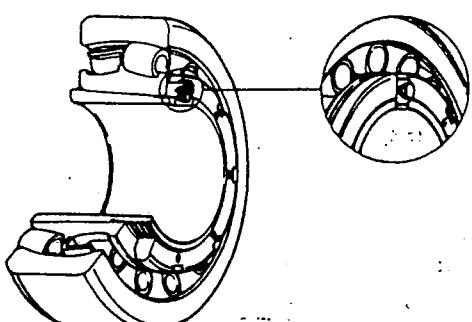

図13
(9) 軸受の寸法が大きくなると軸に取り付けたときに外輪が自重などにより、だ円状に変形する。変形している軸受の最下部ですきまを測ると真のすきまより大きく測定される。この誤ったラジアルすきまを採用するとしめしろが過大となるので注意が必要である。
(10) 内径番号44以上の大形軸受の場合、アダプタは止め金形式(図13)になっている。この場合には、ナットを締み後止め金をナットの切欠き部に入れる。この場合も切欠き部分を合わさためにナットを戻してはならない。止め金を切欠き部に入れたのち、ばね座金、六角ボルトで固定する。